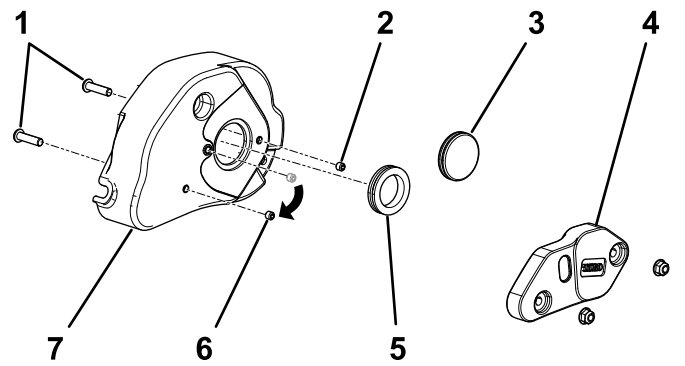

图3
2. 拆下并丢弃将疏草刀配重块固定到疏草刀外罩的 2 个凸缘螺母（图3）。
3. 从外罩上拆下固定橡胶垫圈，换上橡胶套环（图3）。
4. 拆下并丢弃拧入外罩的 2 个螺丝（图3）。
5. 从疏草刀外罩的中心孔拆下固定螺丝（图3）。
6. 将现有固定螺丝和套件附带的固定螺丝装入之前用于外罩安装螺丝的孔中（图3）。